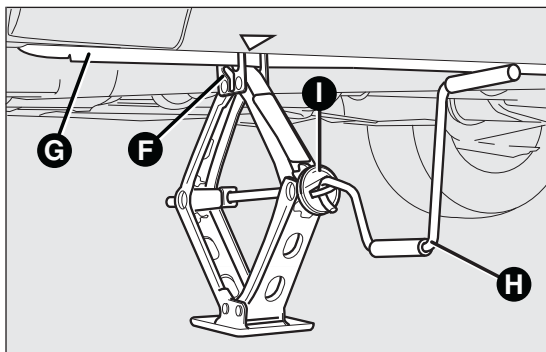

fig. 99
- tourner la manivelle du cric de manière à l'ouvrir partiellement fig. 99 ;
- s'assurer que la rainure F fig. 99 du cric est bien fixée sur l'ailette G fig. 99 du longeron ;
- introduire la manivelle H fig. 99 dans le dispositif I fig. 99 du cric pour soulever la voiture, jusqu'à ce que la roue se soulève du sol de quelques centimètres. En actionnant la manivelle, s'assurer qu'elle tourne librement sans risque de s'écorcher la main contre le sol. D'autres parties du cric en mouvement (vis et articulations) peuvent provoquer des lésions : éviter de les toucher. Éliminer soigneusement toute trace de graisse de lubrification qui se serait déposée sur la peau ;